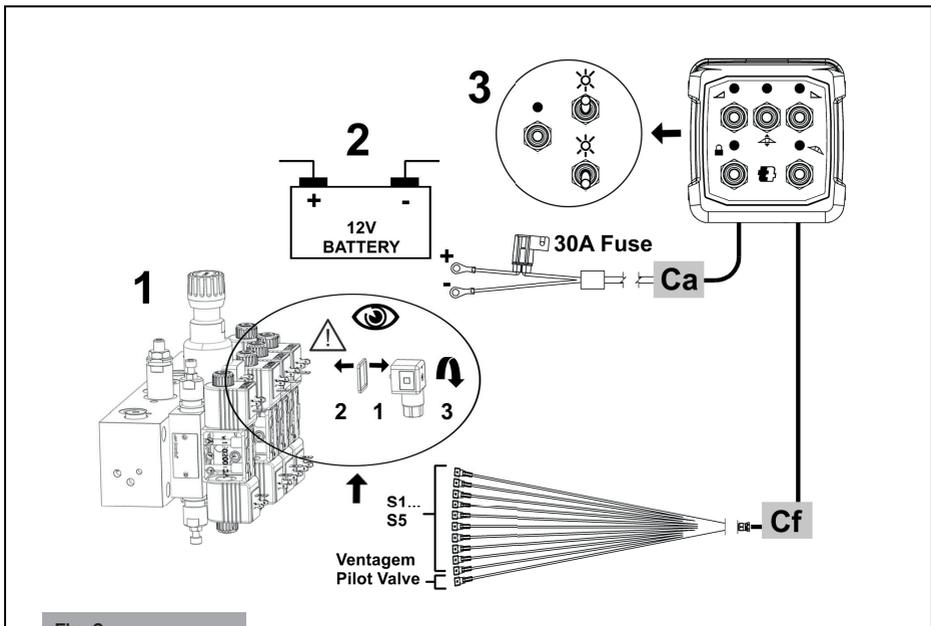

Fig. 2
Raccordement aux vannes (Fig. 2)
3. Monter les connecteurs, avec les joints en caoutchouc, sur les commandes de vannes respectives, comme indiqué dans l'exemple (1, Fig. 2).
Câble d'alimentation – Ca (Fig. 2)
3. Connectez la borne à œillet M8 du fil rouge (port du fusible 30A) au pôle positif "+" et le fil noir au pôle négatif "-" de la batterie (2, Fig. 2).
FONCTIONNEMENT (3, Fig.2 e Tab.1)